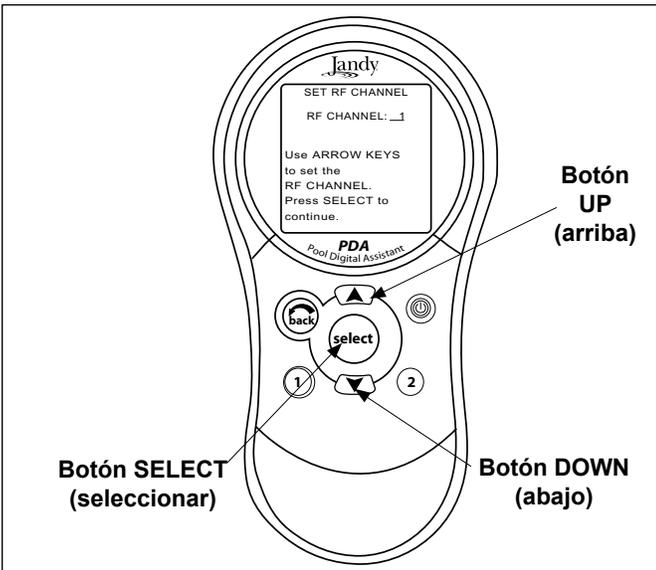

Figura 21. Fijación del canal y botones del control remoto del PDA.
2. En el control remoto del PDA, presione y mantenga presionados al mismo tiempo las dos flechas de UP (arriba) y DOWN (abajo) por tres (3) segundos. A los 3 segundos, aparecerá la pantalla de CHANNEL SETUP (cambio de canal) (véase Figura 21). Seleccione un canal.